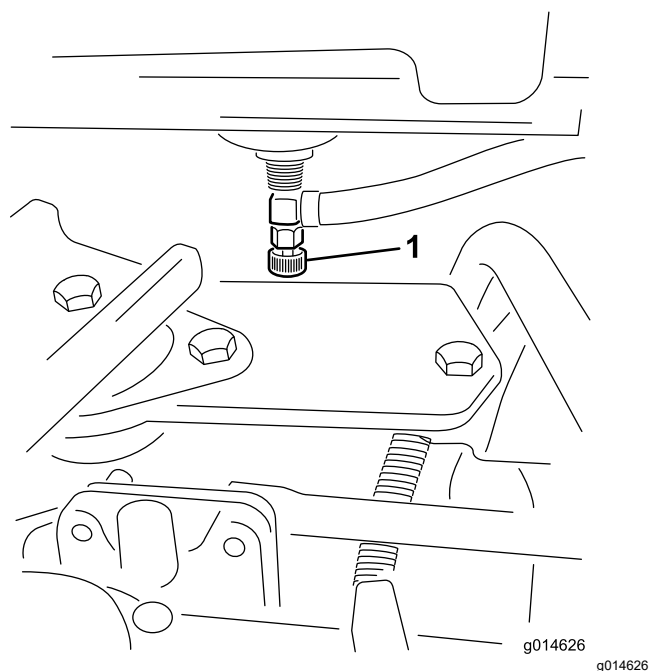

Figure 44
1. Fermez le robinet d'arrivée de carburant (Figure 44) situé au-dessous du réservoir de carburant.